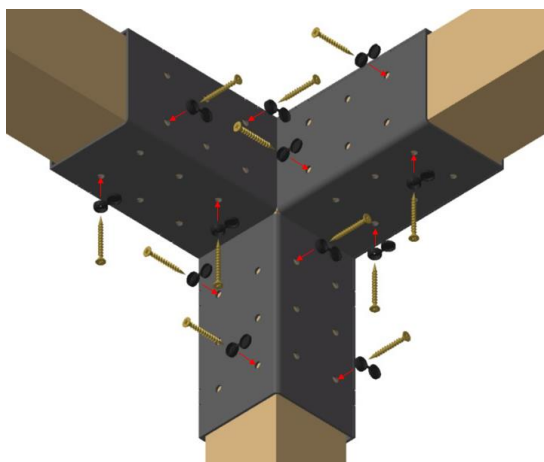
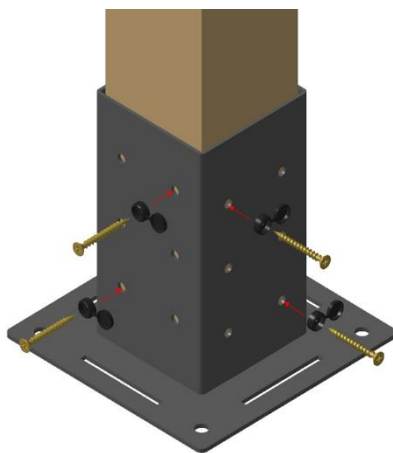

FIG. 2
FIG. 3
Paso 5: Comenzar a ensamblar las partes de la estructura, encastrando hasta que haga tope y luego asegurar la fijación utilizando 2 tornillos y sus respectivos embellecedores como arandelas. Ver Fig.2 y Fig.3